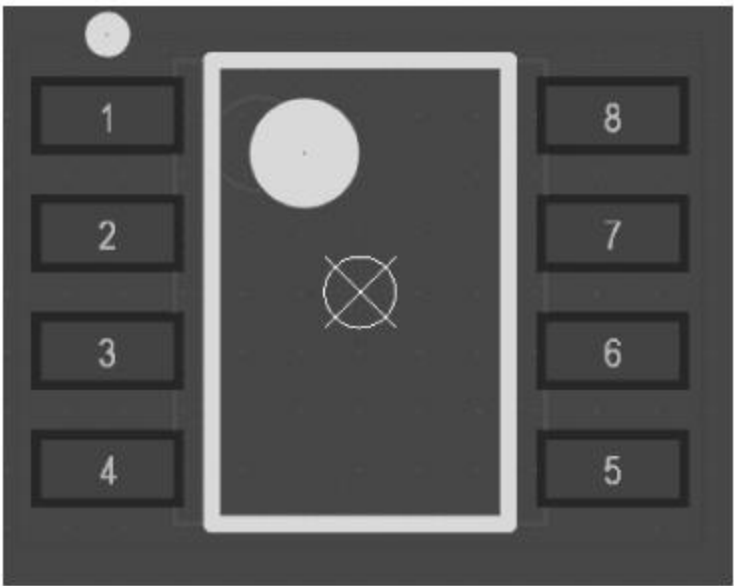

图 3-48 创建好的 SOP-8 封装
(6) 单击 Finish 按钮,完成封装的制作,效果如图 3-48 所示。